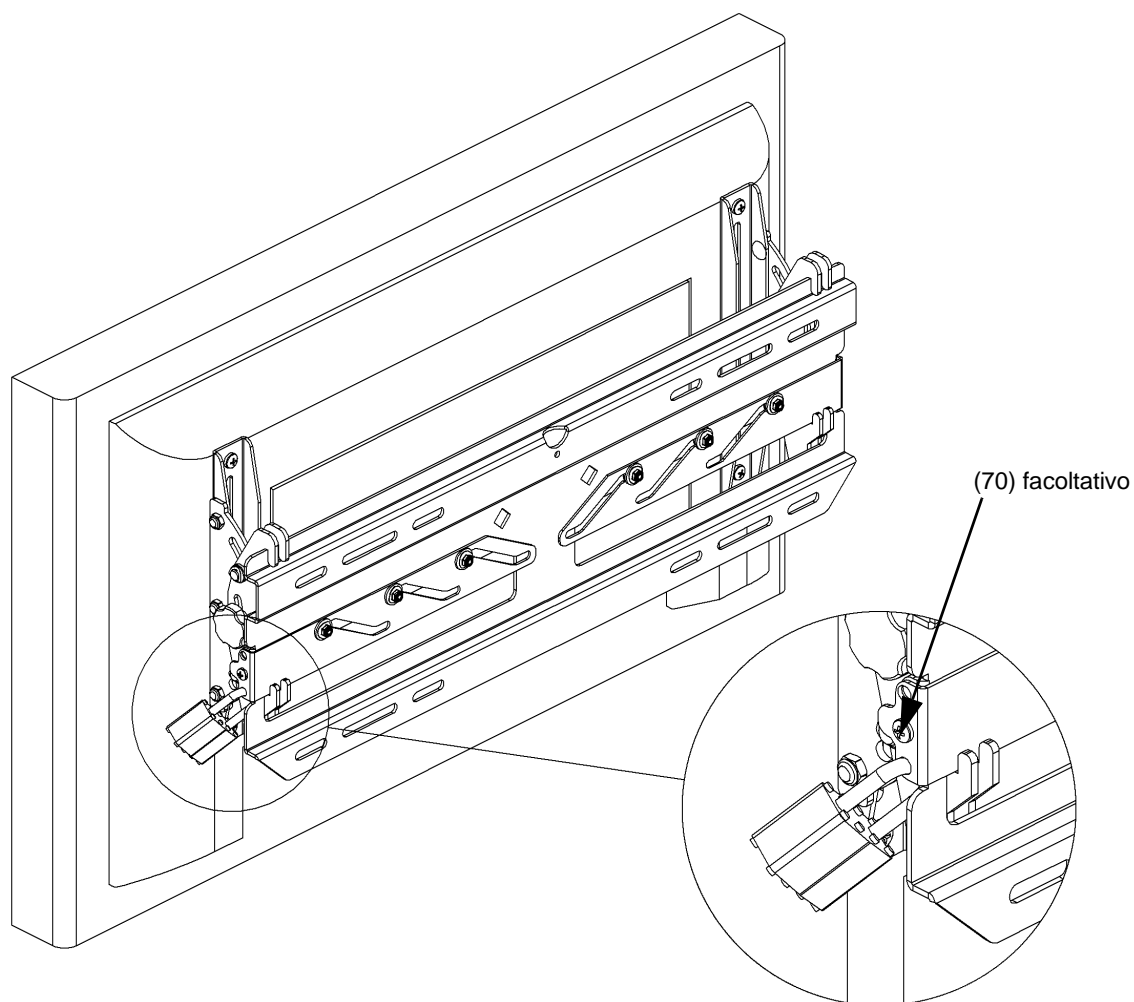

Figura 9. Installare il display
1. Collocare il display sulla piastra a parete (10) fissando i ganci delle staffe (20 e 30) sulla parte superiore della piastra a parete (figura 9).
2. Fissare il display facendo scorrere i fermi su ciascun lato verso l'interno (figura 9).
3. Se lo si desidera, installare viti autofilettanti (70) e/o lucchetti (non forniti) per maggiore sicurezza (figura 9).